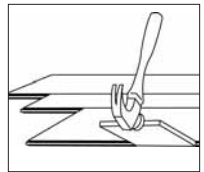

Figure 11
- Il peut être nécessaire d'aligner les planches à l'aide d'un morceau de bois de rebut (Figure 11), en le gardant vers le bas pour éviter d'endommager le bord de la planche.